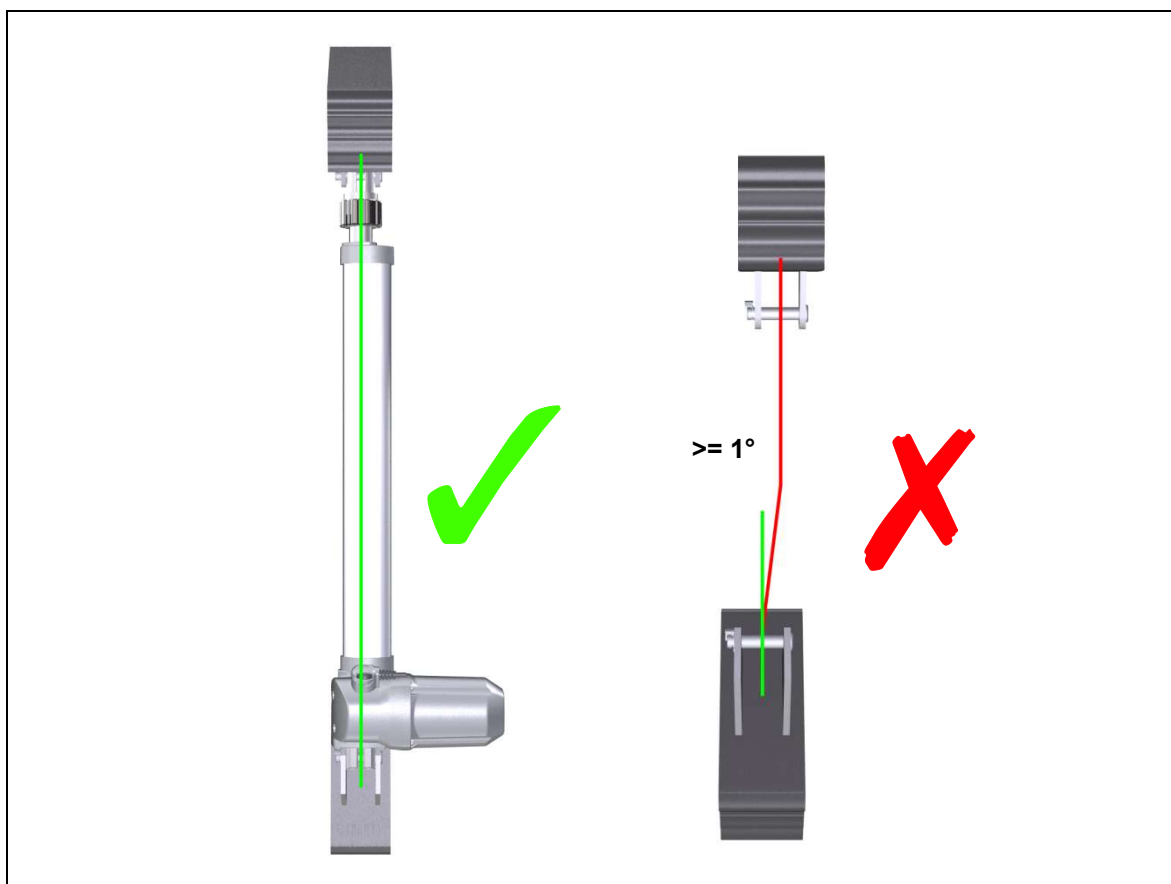

Abbildung 21 Ausrichtung des Beschlags beim Lifter Release (LR)
Die Beschlge fr die Gabelkopfaufnahme am Lifter Release (LR) mssen zueinander fluchten (siehe Abbildung 21), ist dieses nicht der Fall, wirken zustzliche Querkrfte auf die Antriebseinheit. Zu einer deutlichen Erhhung der Ausrckkraft, kann es schon bei einem Versatz der Beschlge von 1° und mehr kommen. Ideal ist eine Beschlagstellung von nahezu 0°.